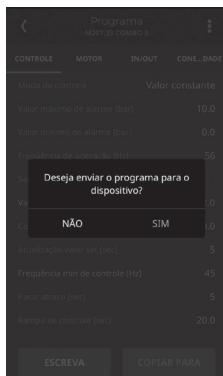

Figura 13 - Tela de Confirmação
13. Ao pressionar a tecla ESCREVA, aparecerá uma mensagem para confirmação. Clique em SIM para prosseguir, conforme Figura 13.